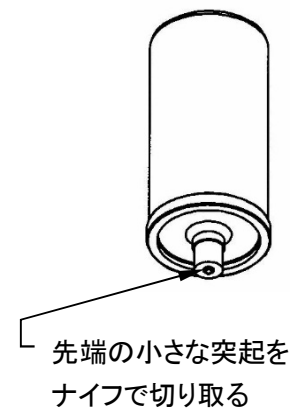

図 8-1
- ① オートグリスは機械の附属品として 1 個同梱されています。
- ② 封印キャップ先端の小さな突起をよく切れるナイフで切り取ります。この時、封印キャップは外さないこと。(図 8-1)